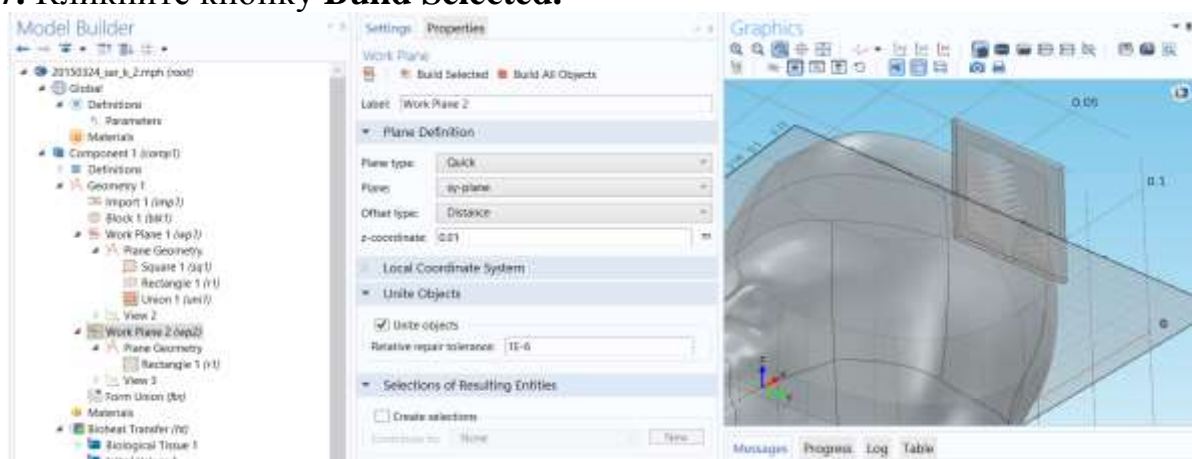

Рис. 11.11. Прямоугольник на ребре подложки, на который будет ставиться дискретный порт
3. В поле **z-coordinate**, напечатайте 0.01 [м]. Рабочая плоскость ляжет на ребро подложки (рис. 11.11).